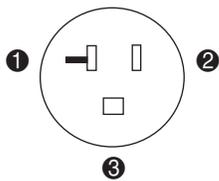

Figura 1. Requisiti della presa a muro per il Nord America
- Una presa dedicata (Figura 1) e un interruttore di circuito di 20 A forniscono alimentazione alla libreria. È necessario utilizzare un cavo di alimentazione di 3 x 1,5 mm2 conforme alle norme vigenti nel paese in cui verrà impiegato e installarlo nell'apposita presa a muro. Per importanti informazioni sulla sicurezza dei prodotti e dei cavi di alimentazione HP, consultare l'opuscolo *Importanti informazioni sulla sicurezza*.